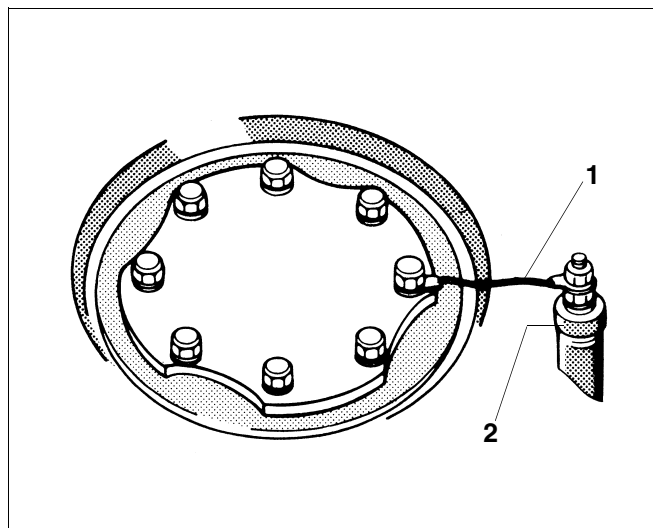

Fig. 10 Mise à la terre de l'anode au magnésium
Vérifier si l'anode au magnésium (fig. 10, pos. 2) est montée de manière à ce que la connexion électrique entre l'anode et le préparateur soit garantie, c'est-à-dire si le câble de mise à la terre est raccordé (fig. 10, pos.1).
Légende fig. 10:
- Mettre en place la cosse du câble de mise à la terre et serrer les vis à tête hexagonale (fig. 10).